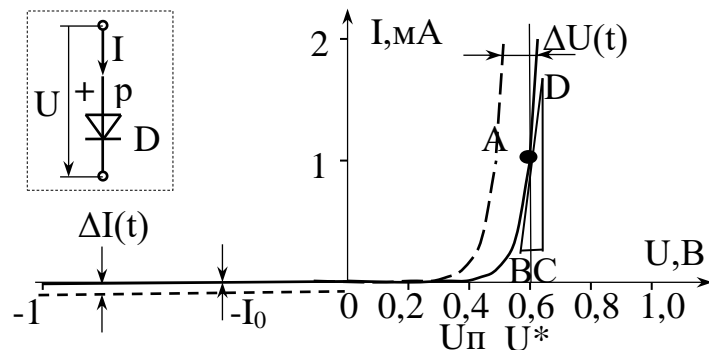

Рис. 3.3. ВАХ кремниевого диода
**Полупроводниковый диод** - нелинейный двухполюсник с одним p-n переходом, его ВАХ, построенная с учетом типовых значений параметров, – нелинейная функция (рис.3.3).